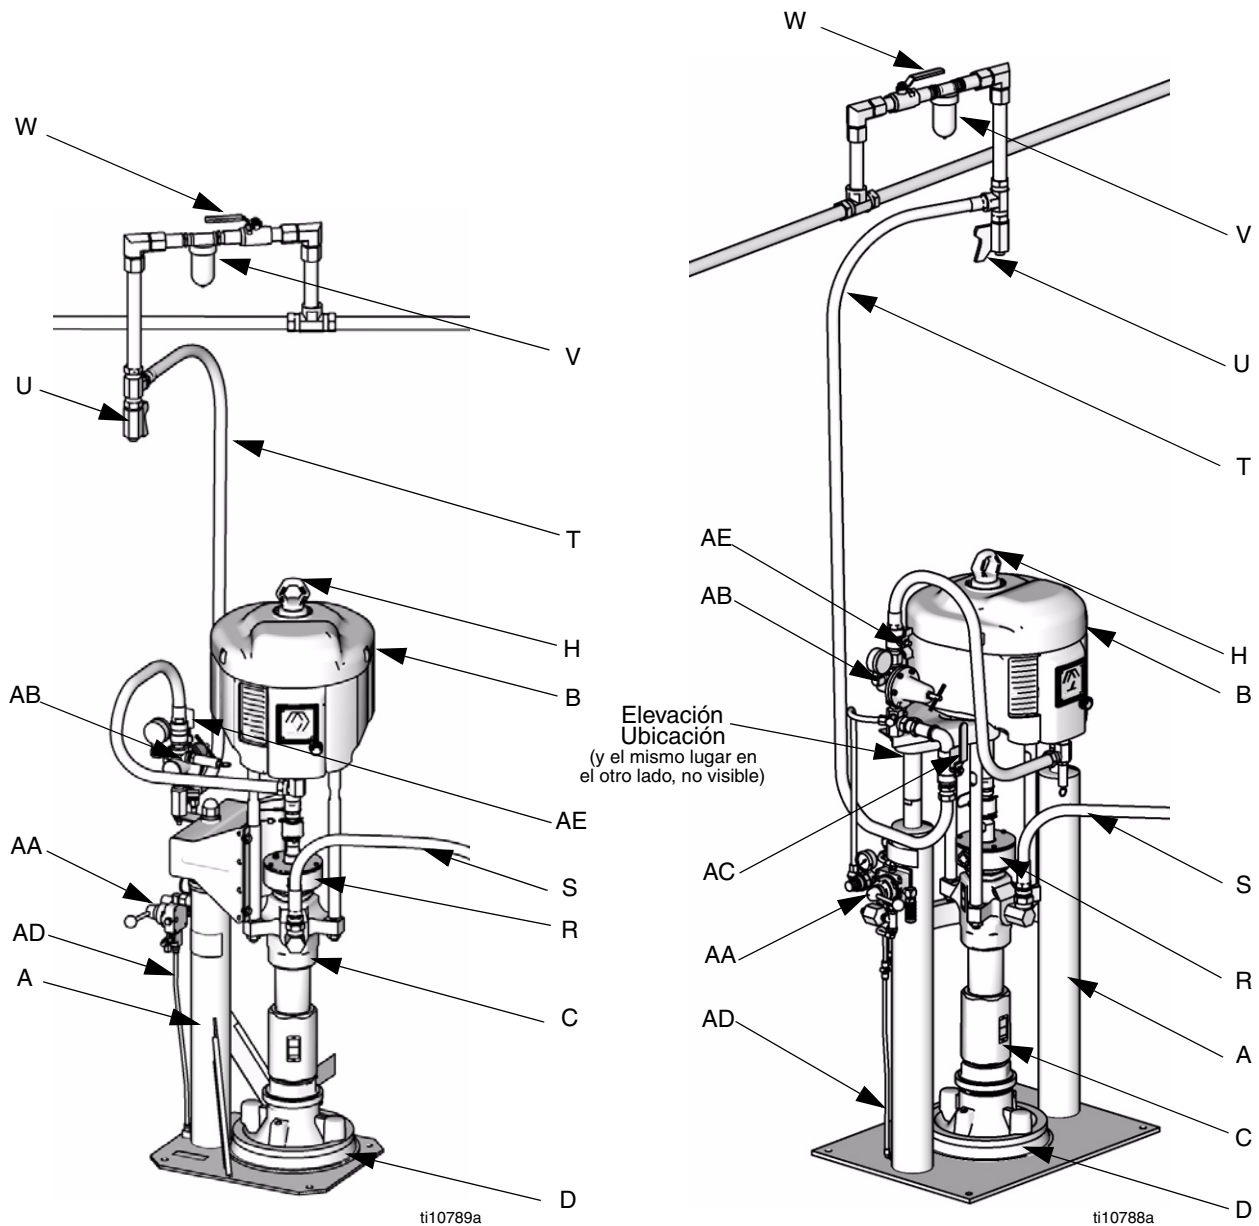
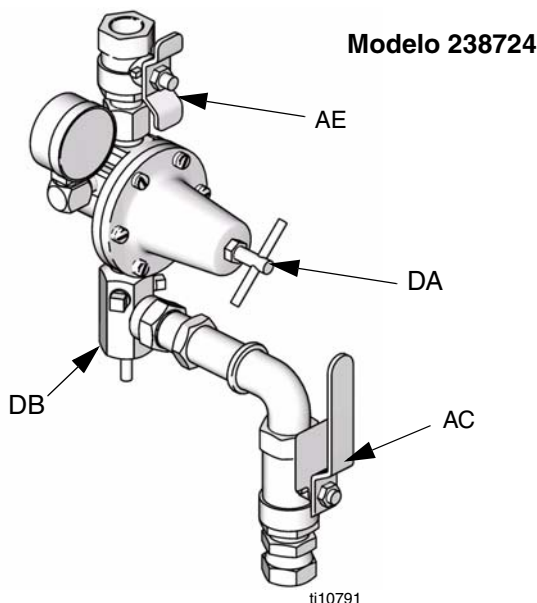
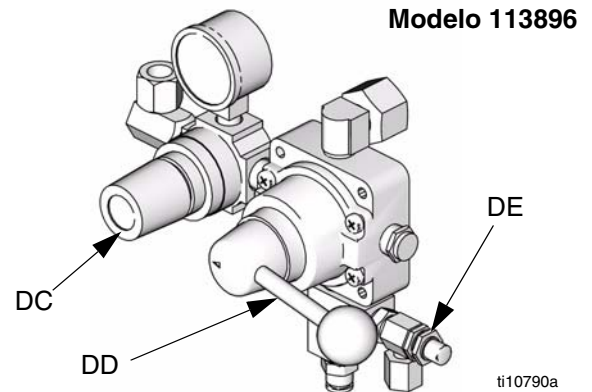

FIG. 5
FIG. 6. Conjunto regulador de aire
FIG. 7. Conjunto de control del aire del elevador
Consulte las FIG. 5, FIG. 6 y FIG. 7.
Vea la FIG. 5.
3. **Controles neumáticos estándar:** Véase las FIG. 5 y FIG. 6. Cierre la válvula del motor neumático (AE) y la válvula principal del aire (AC).